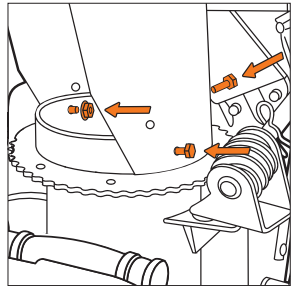

Рис. 14.2
- На **S 1590** закрепите желоб тремя болтами (Рис. 14.2).